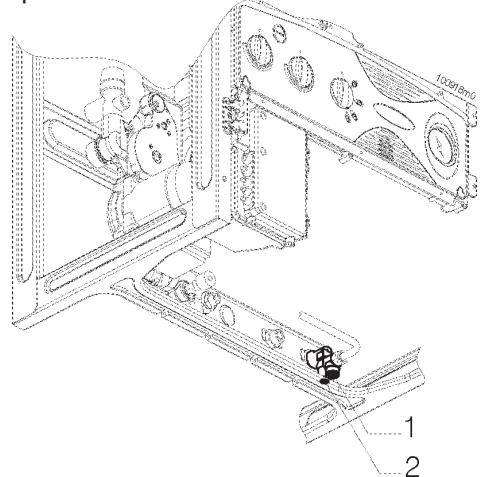

Figura 30 - selettore portata acqua calda sanitaria
- se la temperatura dell'acqua è troppo fredda occorre ridurre la portata dell'acqua attraverso il selettore "2" (vedi figura 30) fino al raggiungimento della temperatura desiderata.